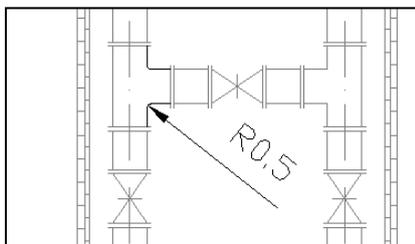

Рис. 8.7. Редактирование объектов внешней ссылки
8. Выполните редактирование выбранных объектов внешней ссылки – создайте плавный переход (сопряжение) для выделенных объектов, значение радиуса сопряжения установите равным 0,5 мм (*Рис.8.7*).